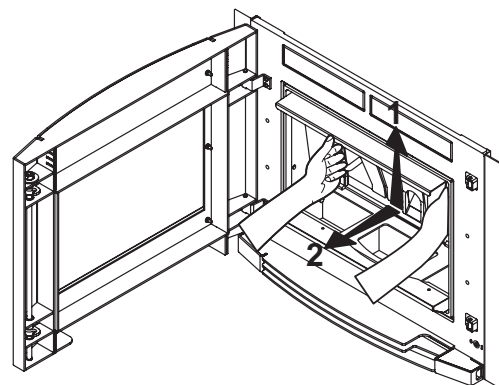

Fig.15.7
- 1) sollevare la ghisa in modo che esca dagli appositi incastri posti nella parte inferiore (alcuni modelli sono dotati di maniglie per agevolare l'estrazione Fig.15.7);